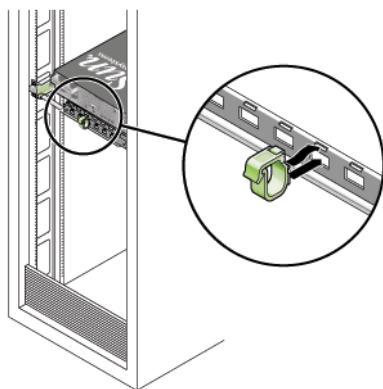

図 2-7 CMA ケーブルハンガーの取り付け
6. ケーブルハンガーを CMA の適切な取り付け穴に配置して、所定の位置にはめ込みます (図 2-7)。